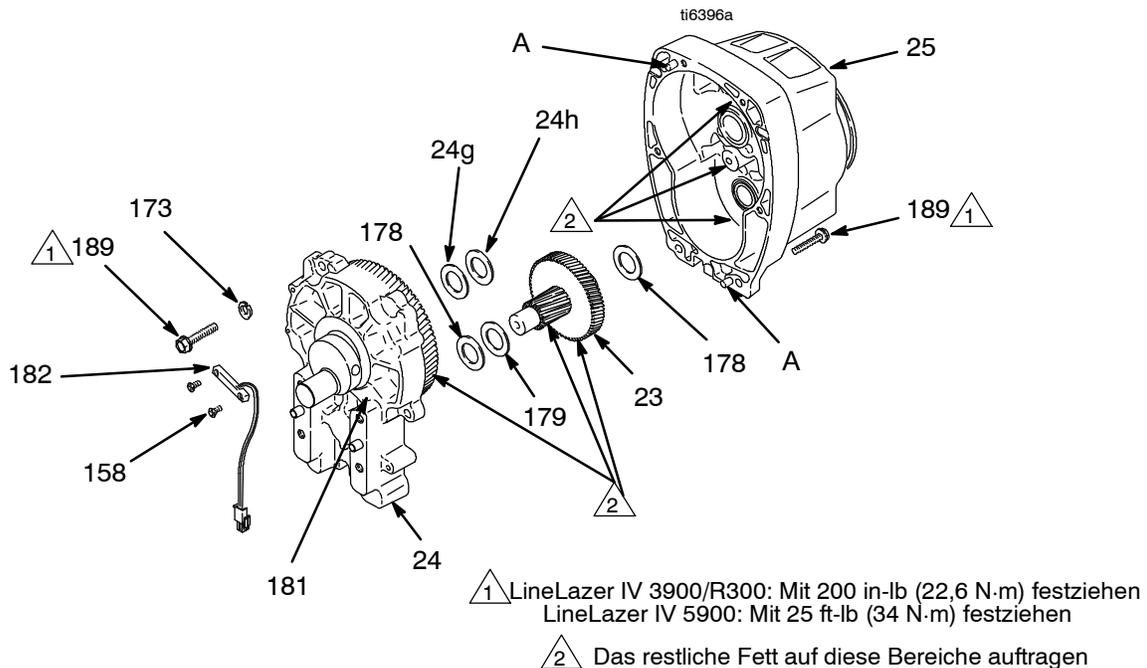

Abb. 3
2. Abb. 3. Lagergehäuse entfernen. Die Schritte unter **Lagergehäuse und Verbindungsstange** auf Seite 11 ausführen.
3. Zwei Schrauben (158) und Reed-Schalter (182) entfernen.
4. Sechs Schrauben (189) vom Getriebegehäuse (25) entfernen.
5. Vorsichtig um das Antriebsgehäuse (24) herumklopfen, um es zu lösen. Dann Antriebsgehäuse gerade vom Getriebegehäuse abziehen. Bei Bedarf das Zahnrad (23) halten, welches mit herauskommen kann.
1. Großzügig Lagerfett (im Lieferumfang des Ersatz-Zahnradatzes enthalten) auf den Zahnradsatz (23) und auf die im Hinweis 2 bezeichneten Bereiche auftragen.
2. Die bronzefarbene Scheibe (24g) an der Welle anbringen, die aus der großen Welle des Antriebsgehäuses (24) vorsteht. Die silberfarbene Scheibe (24h) auf das Getriebegehäuse geben. Die Passflächen von Getriebe- und Antriebsgehäuse reinigen. Die Zahnräder ausrichten und das neue Antriebsgehäuse gerade auf das Getriebegehäuse und die Passstifte (A) drücken.
3. Sechs Schrauben (189) anbringen und gleichmäßig mit dem Wert von Hinweis 1 in Abb. 3 anziehen.
4. Den Reed-Schalter (182) mit zwei Schrauben (158) festziehen.